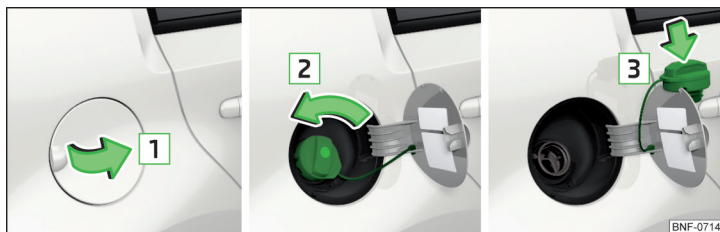

Fig. 135 Sådan klappes tankklappen op. / Sådan skrues tankdækslet ud. / Sådan sættes tankdækslet på tankklappen.
- Klap tankklappen op i pilens retning **1** » Fig. 135.